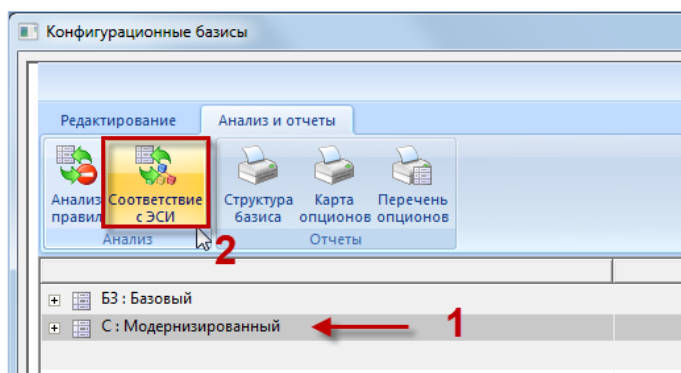

Рис. 10-243 – Проверка соответствия с ЭСИ
2) Откроется окно «Выбор конфигурации» (рис. 10-243).
3) Указать серийный номер изделия в поле «Серийный номер». Для этого нажать кнопку «Установить применимость по серийным номерам на основе заказа» (1 на рис. 10-243) справа от этого поля. При этом открывается окно «Список заказов». Выбрать заказ из списка или создать новый – номер заказа будет использован в качестве серийного номера изделия (2 на рис. 10-243).
4) В окне «Логистическая структура» будет выведен состав выбранного экземпляра изделия. В заголовке окна выводится серийный номер экземпляра (3 на рис. 10-243). Если
На рис. 10-243 приведен пример структуры изделия с выбранным серийным номером в сравнении с неконфигурированной структурой (в верхней и нижней части рисунка, соответственно). В структуре изделия с серийным номером «09320346» присутствуют компоненты, удовлетворяющие правилу применимости по серийным номерам (4), а компоненты, которые этому правилу не соответствуют, исключены из нее (5 – полный список компонентов неконфигурированной структуры).